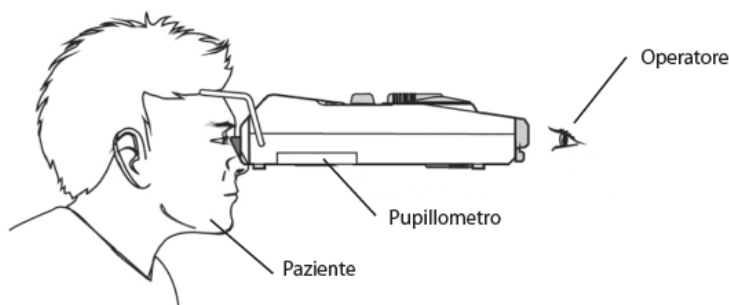

Fig.6
- b. Invitare il paziente ad appoggiare la fronte ed il naso sui relative punti di appoggio, quindi mantenere il dispositivo in posizione orizzontale (come mostrato in Fig.6).